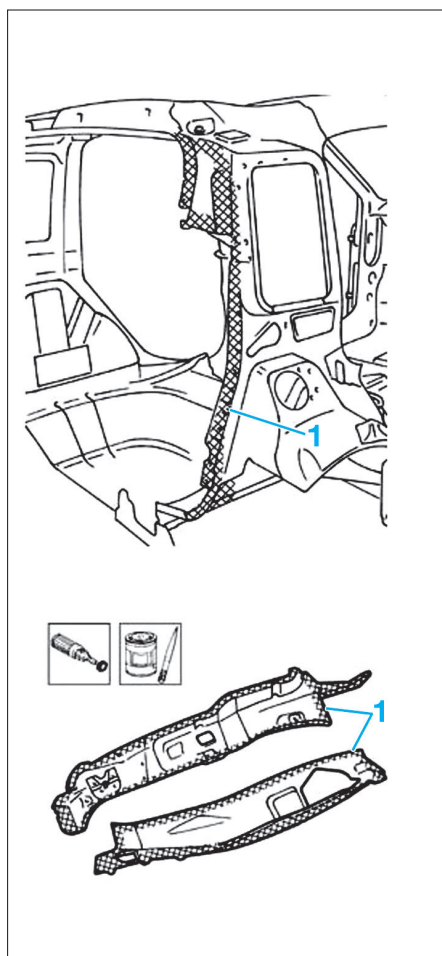

FIG. 29
- Nettoyer les zones (1) (Fig.29) sur le véhicule et sur les pièces neuves.